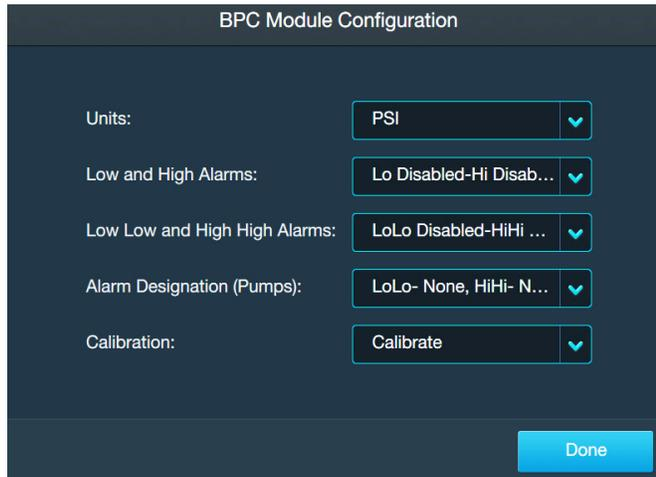

Abbildung 3.25. Bildschirm „BPC Module Configuration“ (Konfiguration des Moduls „BPC“).
Verwenden Sie die folgenden Informationen und Schritte, um das Modul „BPC Pressure“ (BPC-Druck) zu konfigurieren. Alle nachstehend aufgeführten Felder sind in Abbildung 3.25 dargestellt.
1. Gehen Sie auf dem Bildschirm „Home“ (Start) der Touchscreen-Konsole zum Modul „BPC“ und tippen Sie auf „Configure“ (Konfigurieren). Der Bildschirm „BPC Module Configuration“ (Konfiguration des Moduls „BPC“) wird angezeigt (Abbildung 3.25). Tippen Sie auf das Feld „Units“ (Einheiten).